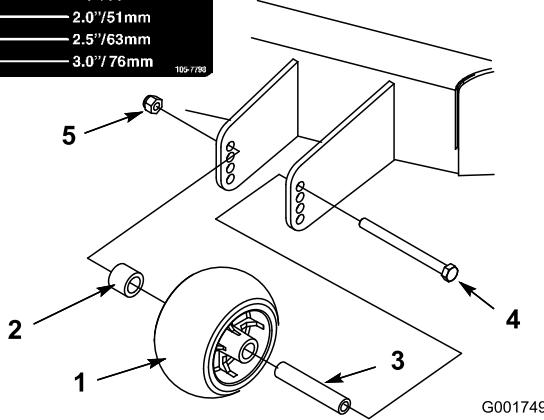

Figure 18
3. Lorsque la hauteur de coupe est réglée, enlevez l'écrou à embase, la bague, l'entretoise et le boulon (Figure 18).
4. Choisissez le trou qui convient pour que le galet extérieur se trouve le plus près possible de la hauteur de coupe correspondante voulue (Figure 18).
5. Posez le galet extérieur, la bague, l'entretoise, le boulon et l'écrou (Figure 18).